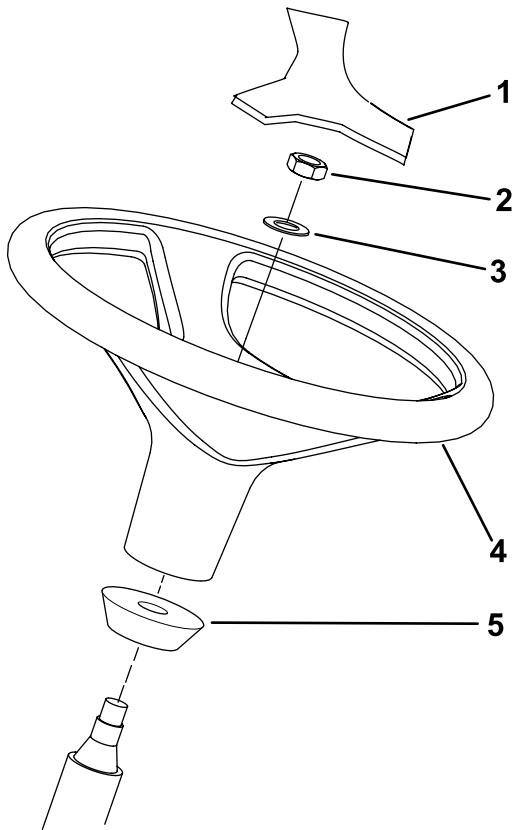

Рисунок 14
1. Снимите рулевое колесо с транспортировочного поддона (Рисунок 14).
- Примечание:** Убедитесь, что кольцо из пеноматериала осталось на рулевом валу (Рисунок 14).
3. Наденьте рулевое колесо и шайбу на рулевой вал (Рисунок 14).
5. Установите крышку на рулевое колесо (Рисунок 14).